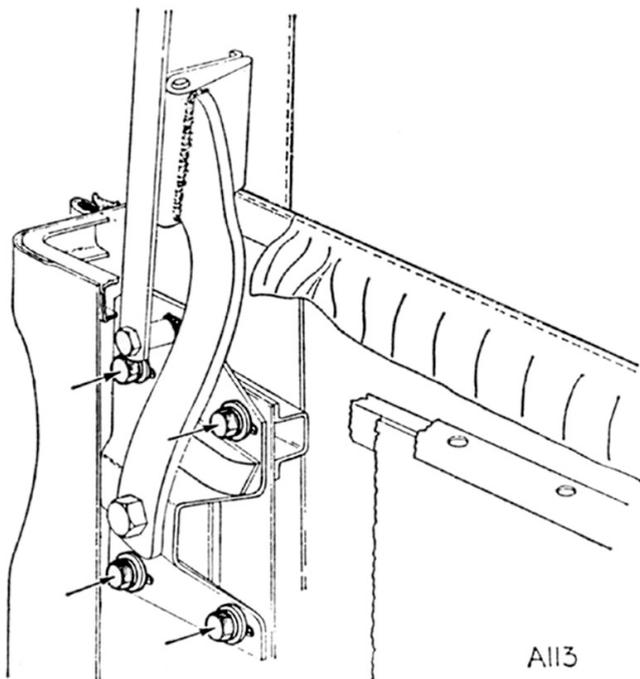

Fig. 48. Support articulé de capote
Dépose (Fig. 48)
- 1 Enlever les vis (95), les agrafes (96), les rondelles en caoutchouc (97) et les écrous (98).
- 2 Démontcr la baguette de finition (91), dégager la toile de capote de la carrosserie et extraire les douze rivets retenant les plaques de support (4) et la sangle (5) aux arceaux et au support horizontal arrière.
- 3 Démontcr les deux dispositifs de fermeture (7) de l'arceau avant et les deux attaches pression fixant la capote au rebord de la carrosserie.
4. Enlever les garnitures de custode afin d'avoir accès aux supports d'articulation (56) et (57). Dégager chaque support en enlevant les quatre boulons de fixation indiqués par une flèche (Fig. 48).